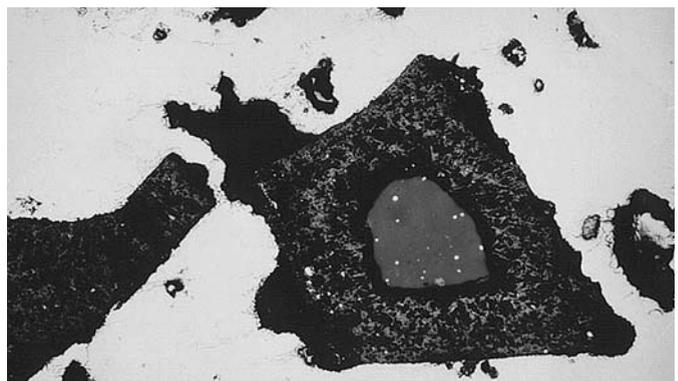

Abb. 6: Kristallisierte Oxide
6. Nicht sauber gehaltene Öfen geben Oxiden die Möglichkeit zum Kristallisieren (Abb. 6) und es bilden sich Ablagerungen z.B. aus Korund ( $\text{Al}_2\text{O}_3$ ), Periklas ( $\text{MgO}$ ), Spinell ( $\text{MgAl}_2\text{O}_4$ ), Oxidhydrat (OAlOH), Zirkoniumoxid ( $\text{ZrO}_2$ ) oder Quarz ( $\text{SiO}_2$ ). Schmelztemperaturen von 700 °C im Ofen mit normalem Luftzutritt führen nach 25 h zur Korundkeim-Bildung, bei 800 °C geschieht dies bereits nach 7 h. Erst durch noch kürzere Reinigungsintervalle werden diese harten Einschlüsse vermieden.